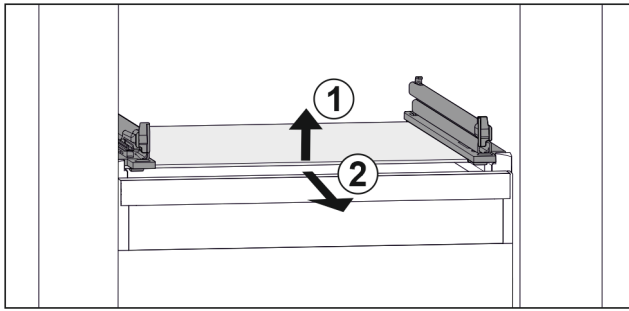

Fig. 52 Beispielhafte Darstellung der Glasplatte
- ▶ Glasplatte vorne anheben. Fig. 52 (1)
- ▶ Glasplatte nach vorne entnehmen. Fig. 52 (2)